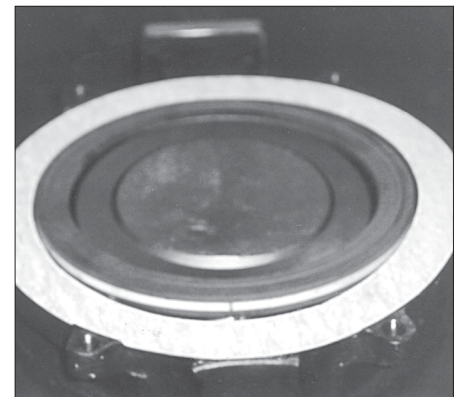

Figura 7 - Colocación adecuada de la junta de retención del asiento.
1. Compruebe que el disco (2) esté en la posición de cierre contra el tope de disco del cuerpo (1).
2. Ponga la junta de retención de asiento (22) sobre la superficie de junta del cuerpo de la válvula (1). (Consulte la Figura 7.)
3. Para cuerpos de tipo orejeta, alinee los orificios de la junta del anillo de retención de asiento (22) con los orificios del cuerpo (consulte la Figura 7).
4. Ponga el anillo de retención de asiento (23) sobre la junta de retención de asiento (22). Para las válvulas de tipo orejeta, alinee los orificios del anillo de retención de asiento (23) con los orificios de la junta (22) y el cuerpo (1).
5. Coloque las placas (33) y/o clips (35) de centrado para un cuerpo de válvula de tipo oblea.
6. Instale y apriete los tornillos (34) para una válvula de tipo oblea y (24) para una válvula de tipo orejeta.